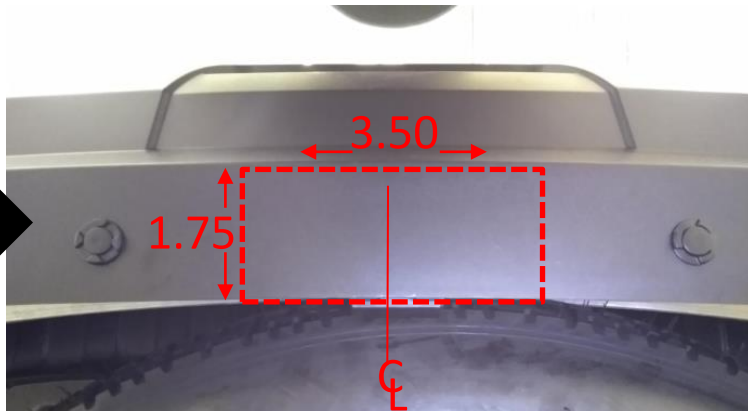

Figura 2
2. Bajar el escape: Con alicates para quitar el escape y agua jabonosa, quitar los (3) colgantes del escape. (1) se pueden encontrar al final del escape y el otro (2) se puede encontrar en el medio del vehículo. Asegurarse de apoyar el escape antes de quitar los colgantes de goma. Aplicar agua jabonosa según sea necesario.
3. Recortar la fascia: Con una cinta métrica, un marcador y una navaja utilitaria, medir, marcar y recortar la fascia inferior como se muestra en la **Figura 2**.